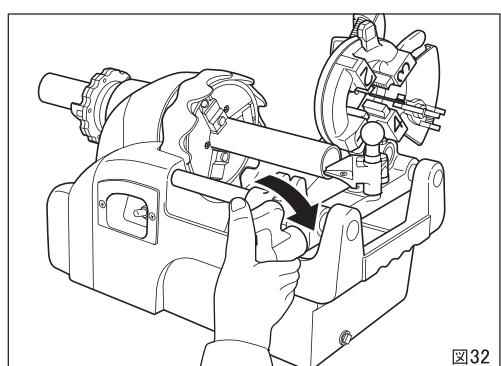

図32
- ③ スイッチを入れてパイプを回転させてから送りハンドルでリーマをパイプに押しつけ、パイプが1回転以上したらリーマをパイプからはなしてください。これで面取りは完了です。(図32)